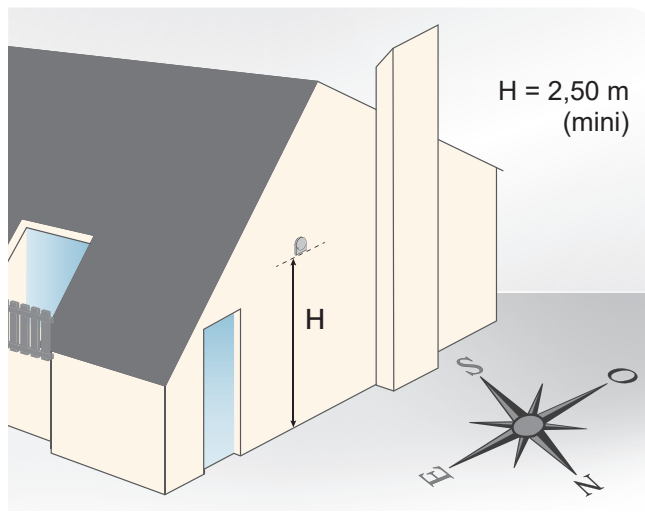

fig. 43 - Sonde extérieure (préconisation d'exposition)
- 1 Si la convention de comptage est : 0V pour chauffage et 230V pour ECS (applicable au pack PAC), raccorder l'appareil de comptage sur les bornes 18 (blanc) et 19 (gris) (fig. 43).